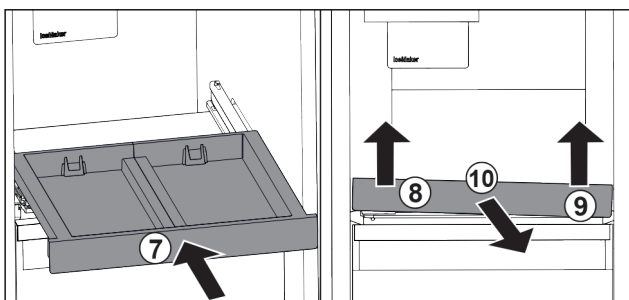

Fig. 171
- ▶ Tolja be a kihúzható rácsot. Fig. 171 (7)
- ▶ Emelje meg a kihúzható rács elejét baloldalt. Fig. 171 (8)
- ▶ Emelje meg a kihúzható rács elejét jobboldalt. Fig. 171 (9)
- ▶ Vegye ki a kihúzható rácsot előrefelé. Fig. 171 (10)